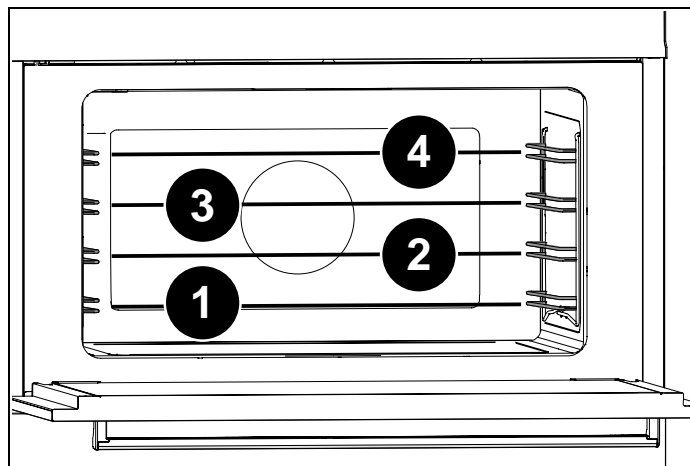

Fig. 28
- 4) Placera spetthållaren på sidogallren på nivå 2 (Fig. 28). Placera maträtten på spettet och för in det i ugnen så att spettets spets går in i den lilla axeln som skjuter ut från ugnens baksida.